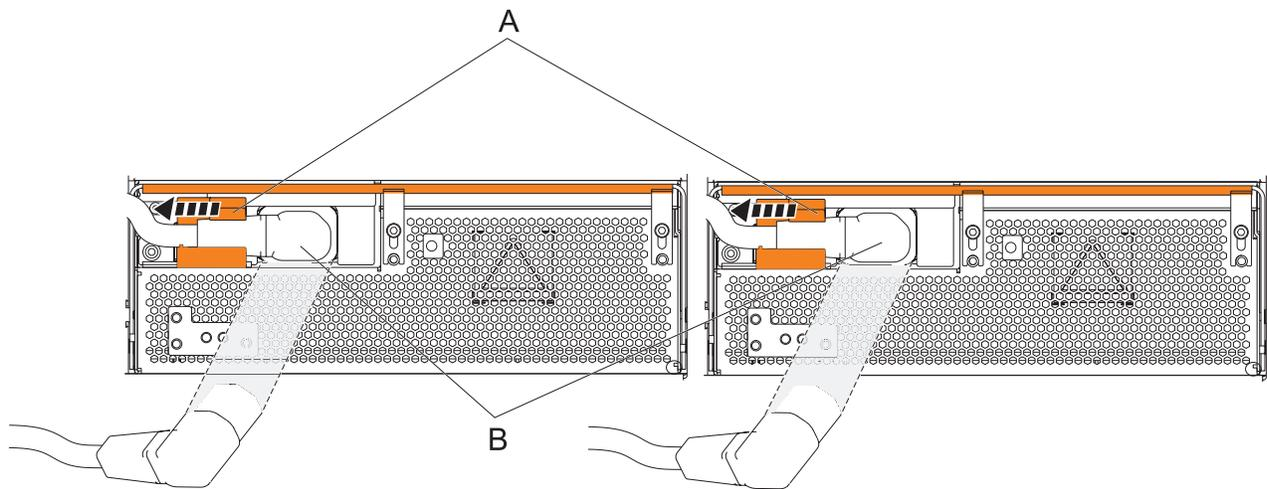

Figura 95. Desconexión de los cables de alimentación OCA
- a. Deslice los soportes de los cables de alimentación (**A**) a la izquierda, situados en la parte frontal de los dos OCA. Consulte Figura 95 en la página 137.